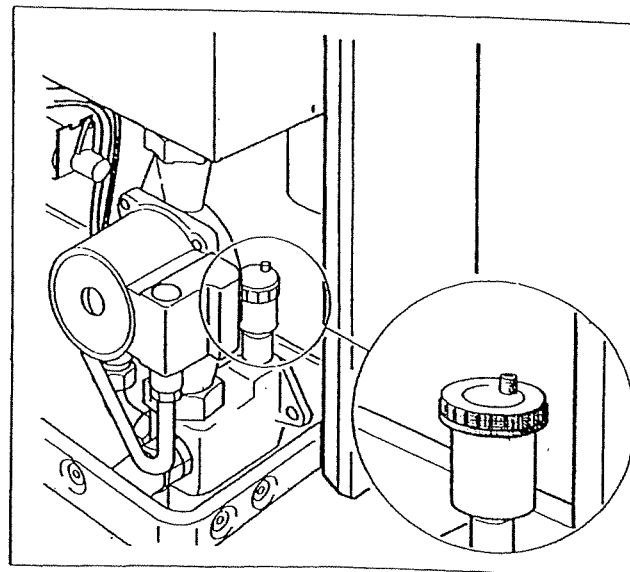

Fig. 23 Sfiatore automatico
- ◆ Per eliminare anche l'aria residua, svitare di un giro il coperchio dello sfiatore automatico (Fig. 23).